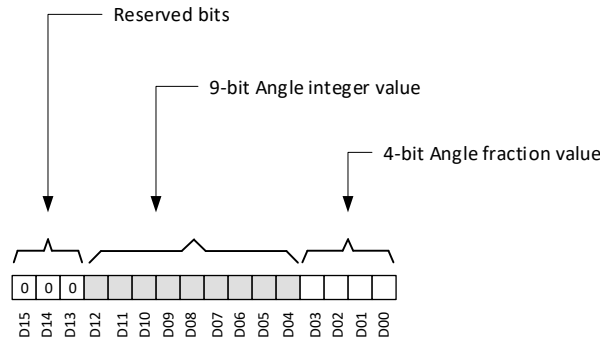

图 7-8. 角度数据定义
TMAG5170-Q1 根据 ANGLE_EN 寄存器位设置计算角度。图 7-8 显示了 ANGLE_RESULT 寄存器将角度信息存储在 13 个 LSB 位中。位 D04 至 D12 存储 0 至 360 度的角度整数值。D00 至 D03 位存储角度分数值，分辨率为 1/16 度。3 个 MSB 位始终填充为 b000。TMAG5170-Q1 CORDIC 提供 1/4 度的角分辨率。如果需要更高的角分辨率，可以使用外部 CORDIC。根据方程式 7 来计算角度。
- D_i 是图 7-8 中所示的数据位。